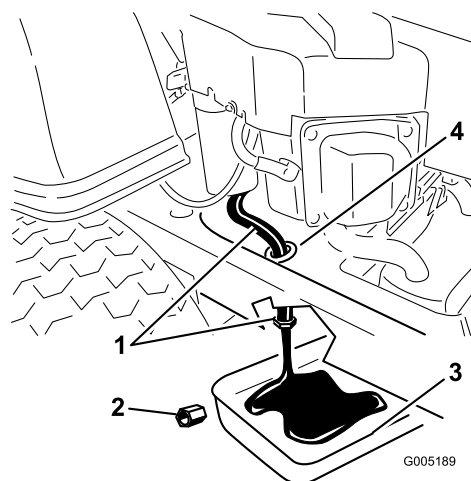

Figure 27
5. Trouvez l'emplacement du flexible de vidange d'huile du côté gauche de la machine. Le bouchon de vidange est fixé à un flexible de vidange acheminé par un orifice de vidange sur le châssis de la machine (Figure 27). Nettoyez autour du bouchon et du flexible de vidange d'huile.
6. Placez un bac de vidange sous la machine, juste sous l'orifice de vidange du châssis, comme illustré à la Figure 27.
7. À l'aide de deux clés (l'une pour tenir le flexible de vidange d'huile et l'autre pour desserrer le bouchon), retirez le bouchon de vidange d'huile (Figure 27).
13. Quand toute l'huile s'est écoulée, replacez le bouchon de vidange. Serrez le bouchon à 14 Nm. Essuyez l'excédent d'huile (Figure 27).